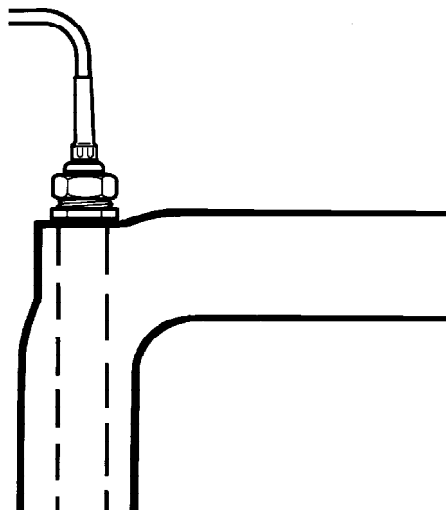
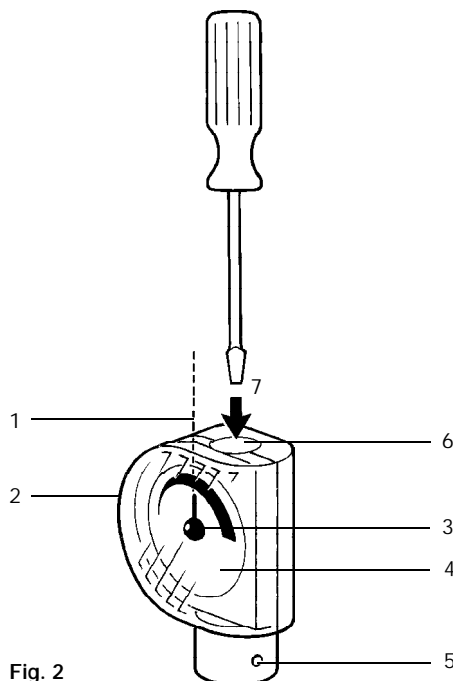
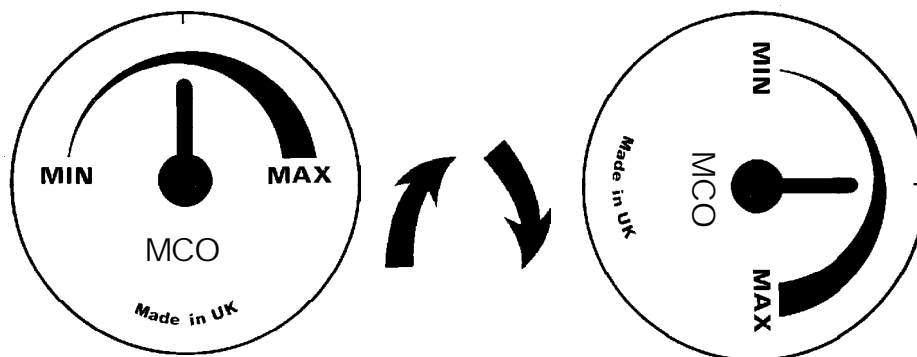
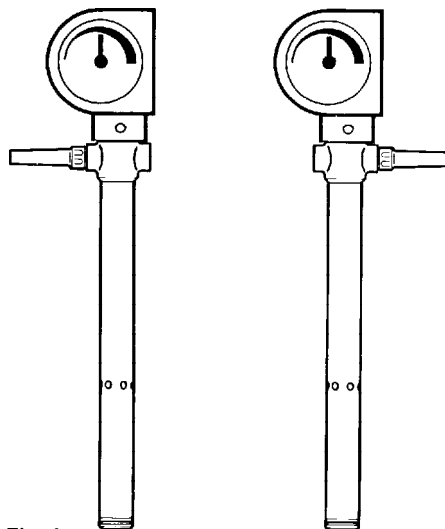

Fig. 1
Fig. 2
Fig. 3
Fig. 4
Kontrollera att det kontrollsystem som levereras är inom det önskade temperaturområdet. Det är viktigt att hela sensorns avkänningsområde är doppad i den vätska som kontrolleras som i Fig 1, inte Fig 2.
1. Rotering av temperatur skalan (Se Fig. 3).
2. Rotering av inställningsanordningen (Se Fig. 4).
Se fig. 2 och fig. 3.
1. Avlägsna pluggen till inställningsskyddet (Fig 2, del 6) och använd en lämplig skruvmejsel för att ställa in visaren (Fig 2, del 3) till mittpunkten (Fig 2, del 1)
2. Avlägsna glaset (Fig 2, del 2)
3. Avlägsna visaren (Fig 2, del 3)
4. Avlägsna skalan (Fig 2, del 4) från visaren och placera den i önskad position. (Fig.3)
5. Placera visaren (Fig 2, del 3) på mittpunkten av skalan. (Fig 2, del 1)
6. Sätt tillbaka glaset. (Fig 2, del 2)
Själva inställningsanordningen kan roteras 180° om så nödvändigt. I sådana fall ska följande procedur följas. Se Fig. 2 och Fig. 4.
1. Avlägsna pluggen till inställningsskyddet (Fig 2, del 6) och använd en lämplig skruvmejsel för att placera visaren (Fig 2, del 3) till mittpunkten (Fig 2, del 1)
4. Avlägsna inställningsanordningens skruvar (Fig 2, del 5)
6. Sätt tillbaka inställningsanordningens skruvar. (Fig 2, del 5)
Följ hänvisningen till Fig. 2: följande instruktioner. Sensorn levereras med dess justeringssats inställd på högsta möjliga inställning och ska ändras till mittpunkten på plats när den är i systemet (Fig 2, del 1).
För att justera in önskad inställning ska en skruvmejsel med lämplig storlek placeras i justerings hål (Fig 2, del 7) i änden av inställningsanordningen. Att vrida medsols sänker temperaturen och motsols ökar den. Efter det att systemet driftsatts ska termometerens värde jämföras med temperaturkontrollens. Det kan vara en skillnad på några grader, om det måste vara precist kan inställningsanordningen ställas om på följande sätt:
1. Avlägsna glaset (Fig 2, del 2) från inställningsanordningen och vrid visaren manuellt (Fig 2, del 3) tills den står på den nuvarande temperaturen.
2. Sätt tillbaka glaset (Fig 2 del 2)